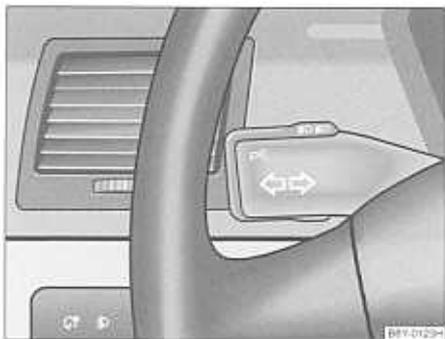

Fig. 33 La palanca de luz intermitente y luz de carretera.
- Gire el conmutador de luces (1) a la posición \Rightarrow .
- Presione la palanca de la luz de carretera hacia adelante para conectar la luz de carretera \Rightarrow página 58, fig. 33.
- Presione la palanca hacia arriba \rightarrow fig. 33;